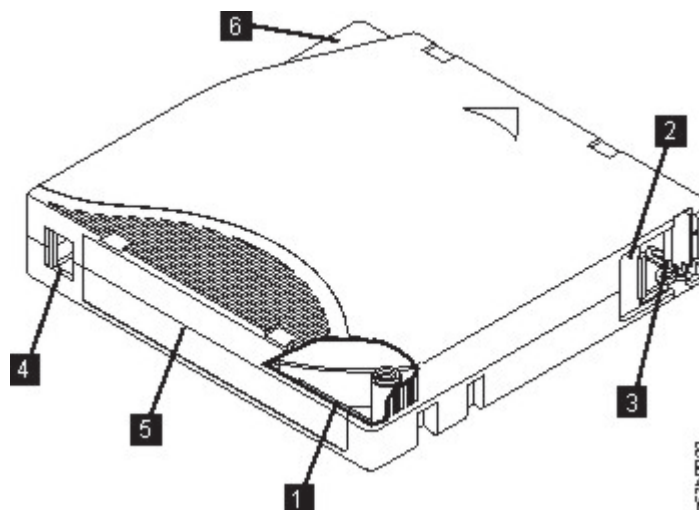

Figure 86. LTO
La Figure 86 présente les LTO ainsi que ses composants.
Le volet de la cartouche (**2** dans la Figure 86 on page 149) protège la bande contre les particules polluantes lorsque la cartouche ne se trouve pas dans l'unité. La bande est fixée à une amorce (**3** dans Figure 86 on page 149) derrière le volet. Lors de l'insertion de la cartouche dans l'unité, un mécanisme d'entraînement extrait l'amorce (et la bande) de la cartouche, les place au niveau de la tête de lecture, sur une bobine réceptrice fixe. La tête peut alors lire des données conservées sur la bande ou y enregistrer de nouvelles données.
Le taquet de protection contre l'écriture (**numéro 4** dans Figure 86 on page 149) empêche tout enregistrement de données sur la cartouche de bande. Pour plus d'informations, voir "Taquet de protection contre l'écriture" on page 154.
L'espace réservé à l'étiquette (**numéro 5** dans Figure 86 on page 149) fournit un emplacement permettant d'apposer une étiquette. .
Le dispositif de guidage d'insertion (**numéro 5** dans Figure 86 on page 149) est une large zone à encoche qui empêche toute insertion incorrecte de la cartouche.
Les cartouches de bande LTO comportent une zone légèrement en retrait sur la face de la cartouche, située à côté du taquet de protection contre l'écriture. Utilisez cette zone pour coller l'étiquette de code à barres à support adhésif. Placez l'étiquette uniquement sur la zone légèrement en retrait (voir **5** dans la Figure 86 on page 149). Une étiquette qui déborderait de ce renfoncement est susceptible d'occasionner des incidents de chargement dans l'unité.
- Positionnez l'étiquette dans l'espace (renforcement) réservé à cet effet (voir **5** dans la Figure 86 on page 149).